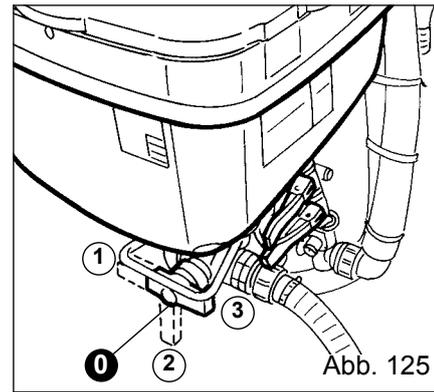

Abb. 125
- Bringen Sie den Hebel des Zulauf-Wechselschalters in die Position ‚Vormischer‘, wie im Piktogramm auf der Maschine angegeben ist, und vergewissern Sie sich, dass der Hebel des Ventils (0) in der Position (2) „GESCHLOSSEN“, d.h. nach unten gerichtet ist (Abb. 125).